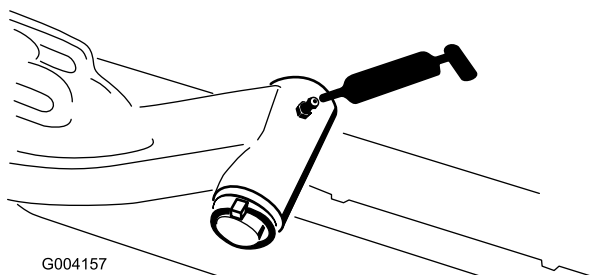

Figure 48
- Axe de pivot des bras de relevage (1 chacun) (Figure 48)